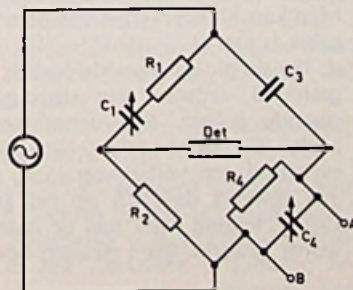

Fig.15
1. Men wenst van een condensor de capaciteit en de verliesfactor ($\text{tg } \delta$) te meten en doet dit met een brugschakeling volgens fig. 15, waarin $R_1 = R_2 = R_4 = 100 \text{ k}\Omega$ en $C_3 = 100 \text{ pF}$. De meetfrequentie is 1 MHz. Allereerst zijn de klemmen A en B open.